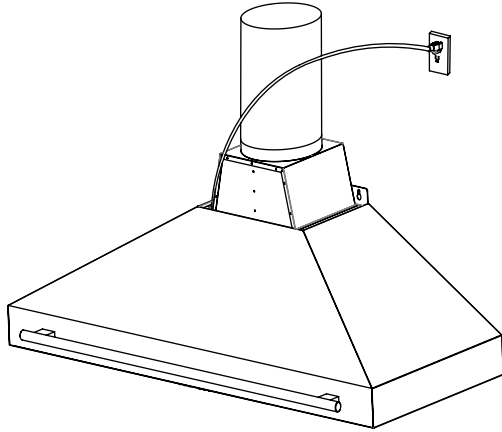

Figure 7.
11. Veillez à laisser un espace libre derrière la cheminée pour la prise de courant. Voir les figures 7 et 8 à titre de référence.